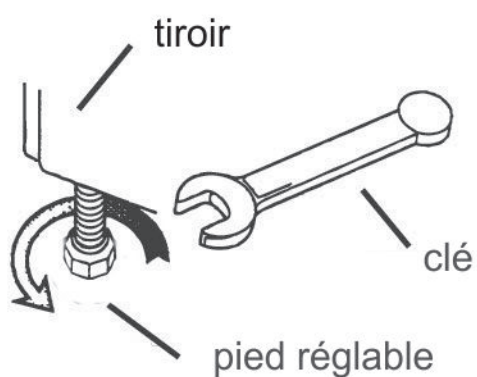

Figure 7 : Ajustement de la hauteur de la cuisinière
11. Faites glisser la cuisinière vers l'arrière pour la remettre en place. Si nécessaire, et pour éviter d'érafler le comptoir de cuisine, ajustez la hauteur de la cuisinière en ajustant les pieds (voir Figure 7 : Ajustement de la hauteur de la cuisinière). Prenez bien soin d'enclencher le support antibasculement. Voir l'Avertissement relatif au danger de basculement au début de ces instructions ainsi que dans le *Manuel d'installation de la cuisinière encastrée à gaz* .